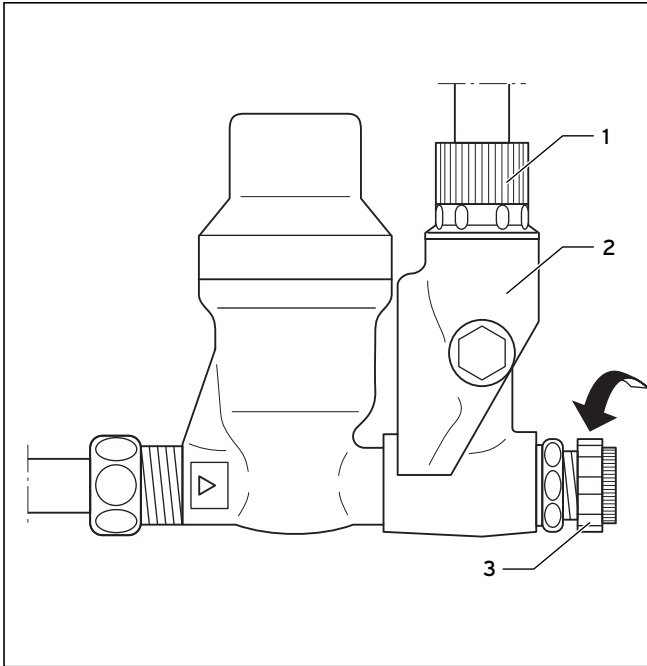

Abb. 4.1 Sicherheitsgruppe
- Abblaseleitung (2, Abb. 4.1) und Sicherheitsventil für das Speicherwasser.
Bei Undichtigkeiten im Warmwasserleitungsbereich zwischen Speicher und Zapfstellen schließen Sie bitte das Kaltwasser-Absperrventil (3, Abb. 4.1) und lassen Sie die Undichtigkeiten durch Ihren anerkannten Fachhandwerksbetrieb beheben.
Die Auslaufarmaturen, die Abblaseleitung (2, Abb. 4.1) sowie das auslaufende Wasser können bis zu 85 °C heiß werden.
Während der Beheizung tritt Wasser aufgrund seiner Volumenänderung aus der Abblaseleitung (2, Abb. 4.1) aus. Verschließen Sie deshalb nicht das Sicherheitsventil bzw. die Abblaseleitung!